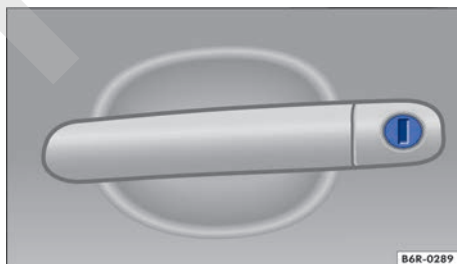

Fig. 149 Manilla de la puerta del conductor con cilindro de cerradura.
- Inserte el paletón de la llave en el bombín de cierre y desbloquee o bloquee el vehículo → fig. 149.